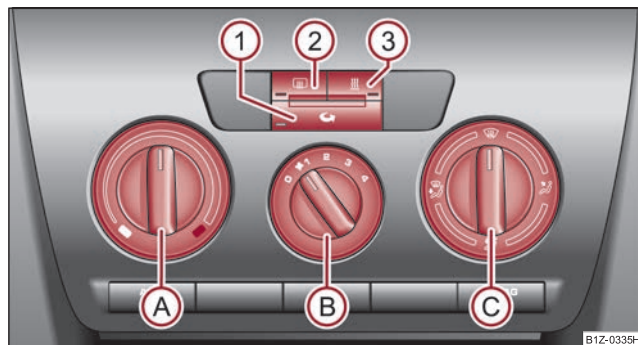

Fig. 138 Încălzirea: Elementele de comandă
- Rotiți regulatorul rotativ (A) ⇒ fig. 138 spre dreapta pentru a mări temperatura.
- Rotiți regulatorul rotativ (A) spre stânga pentru a reduce temperatura.
- Apăsați tasta  - lampa de control din tastă ⇒ pagina 107, fig. 138 se aprinde.
Când regulatorul  se află în poziția  ⇒ pagina 107, fig. 138, recircularea aerului este oprită automat. Prin apăsarea repetată a tastei  puteți porni recircularea aerului și în această poziție.